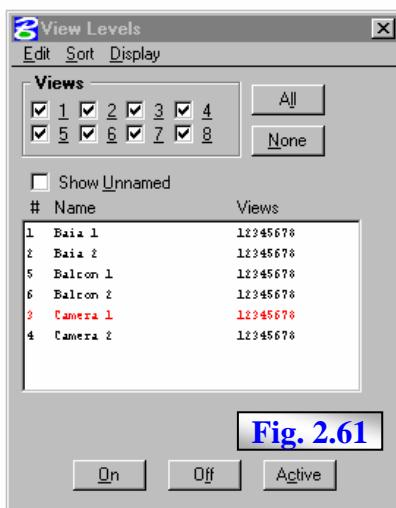
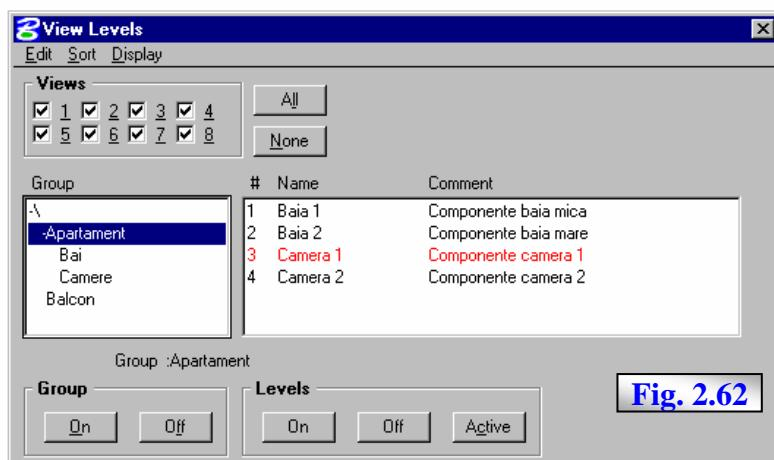
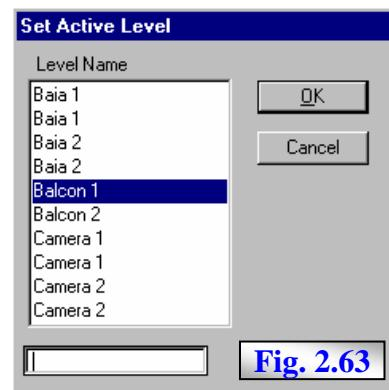

Fig. 2.61
Fig. 2.62
Fig. 2.63
Manipularea straturilor de desenare prin nume și grupuri oferă utilizatorului următoarele posibilități, prin intermediul ferestrei **View Levels**, activată în forma din fig. 2.61 sau fig. 2.62:
Fereastra **View Levels** în forma din fig. 2.61 oferă numai manipularea straturilor definite prin nume și se activează prin opțiunea **Display→ Level Names**, a meniului asociat ferestrei **View Levels**, activată prin una din următoarele modalități: din bara de meniu MS, în succesiunea: **Settings→ Level→ Display** sau combinația de taste **Ctrl+E**.
Fereastra **View Levels** în forma din fig. 2.62 oferă atât manipularea straturilor definite prin nume și cât și a grupurilor și se activează prin opțiunea **Display→ Level Groups**, a
Specificarea stratului de desenare activ, Active Level (& 2.8) se poate realiza, după poziționarea cursorului pe numele acestuia în lista de straturi definite prin nume din fereastra **View Levels**, fig. 2.61 sau fig. 2.62-zona din dreapta, prin activarea butonului **Active**, ceea ce va produce și afișarea numelui acestuia în zona 4 a barei de stare și informații, & 1.4.2. De asemenea, același efect de definire a unui strat ca activ se obține și prin DS pe numele stratului în lista de straturi definite prin nume din fereastra **View Levels**, fig. 2.61 sau a ferestrei **Set Active Level**, fig. 2.63, activată prin DS pe zona 4 a barei de stare și informații, & 1.4.2.
- în lista de straturi definite prin nume din fereastra **View Levels**, fig. 2.61 sau fig. 2.62-zona din dreapta, prin activarea butoanelor **On** sau **Off**, primul având efectul afișării stratului, iar al doilea neafișarea acestuia.
Comutarea unui grup și a tuturor straturilor asociate în modurile afișare/neafișare se poate face, după selecția grupului prin poziționarea cursorului pe numele acestuia în lista de grupuri din zona **Group** a ferestrei **View Levels**, fig. 2.62, prin activarea butoanelor **On** sau **Off**, cu efectul afișării respectiv neafișării grupului și a tuturor straturilor asociate acestuia.